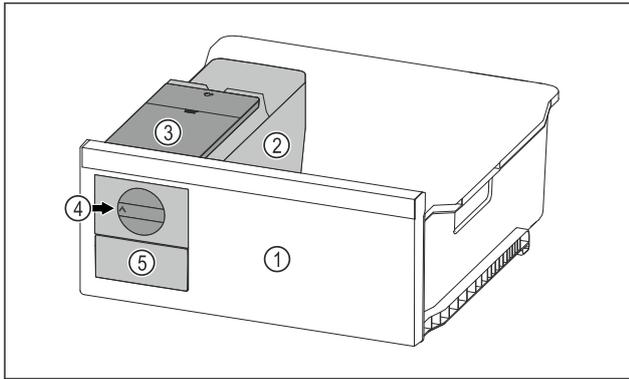

Fig. 75 Representación a modo de ejemplo
- ▶ Girar el botón giratorio Fig. 75 (4) en el sentido de las agujas del reloj hasta el tope.
- ▷ Los cubitos de hielo caen de la cubitera al compartimento de cubitos de hielo Fig. 75 (5).